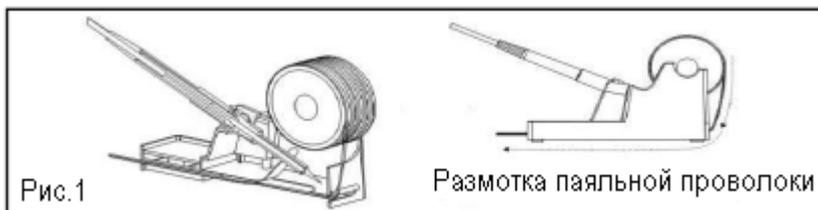

Рис.1
1. Установите паяльную проволоку в держатель (рис.1).